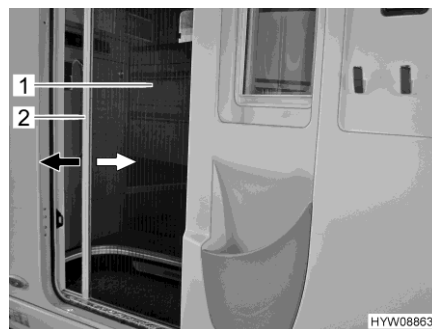

Bild 18 Insektsskydd (ingångsdörr)
- Ta tag i listen (Bild 18,2) med båda händerna och dra insektsskyddet (Bild 18,1) jämnt ur dörrfästet.
- Ta tag i listen (Bild 18,2) med båda händerna och skjut insektsskyddet (Bild 18,1) med lätt tryck i dörrfästet.